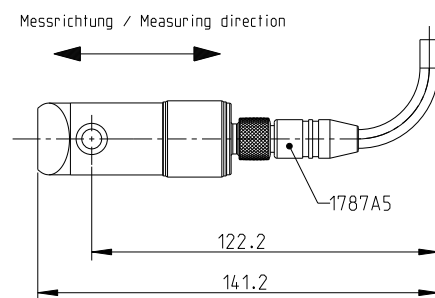

Bild 4: Ausrichtung des Sensors nach dem max. Dehnungsverlauf
- Ausrichtung des Sensors an der Maschinenstruktur. Die Messachse soll nach dem maximalen Dehnungsverlauf positioniert werden (Bild 4).